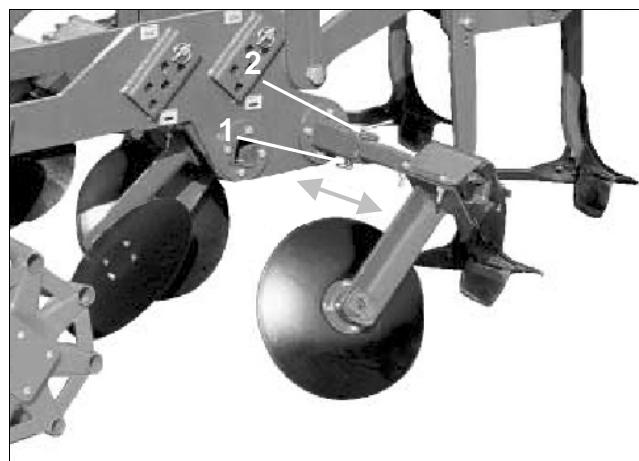

Рис. 16
- Извлеките фиксирующий палец с пружинной защелкой (Рис. 16/1).
- Извлеките крепежный палец (Рис. 16/2).